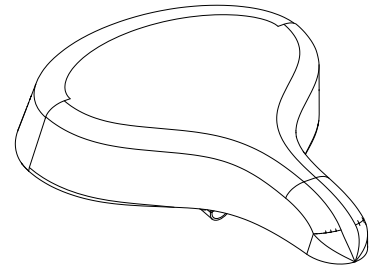

Abb. 18
- Breiter Sattel Abb. 18. In allen anderen Fällen ist ein breiter Sattel mit Rückenstütze angebracht.